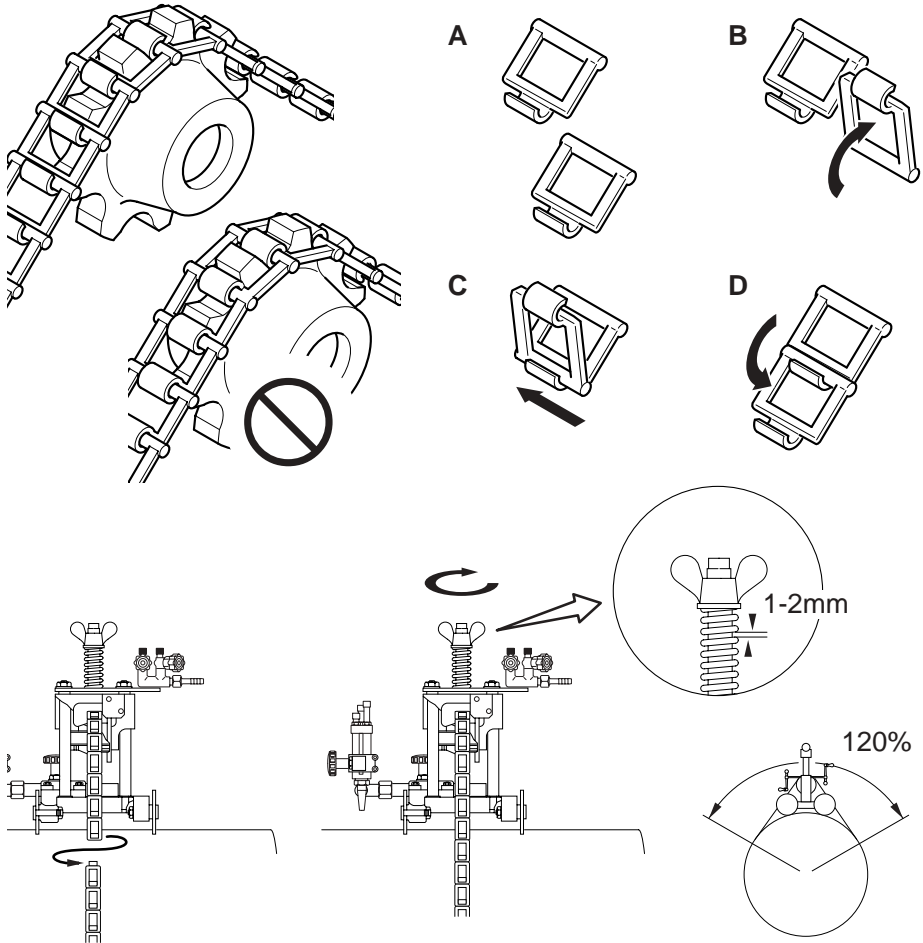

figura 4 - 1
- 3 Inserire la catena nella ruota dentata e agganciare le catene come mostra la figura 4 - 1 per applicarla al tubo.